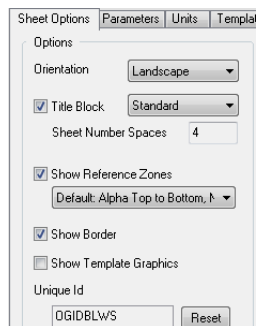

图 2.14
**Step 6** 窗口左侧的 Options(选项)区域如图 2.14 所示。单击 Orientation(方向)文本编辑栏右侧的  按钮,可设置图纸的放置方向,其中有两种选择,即 Landscape(横向)或 Portrait(纵向),